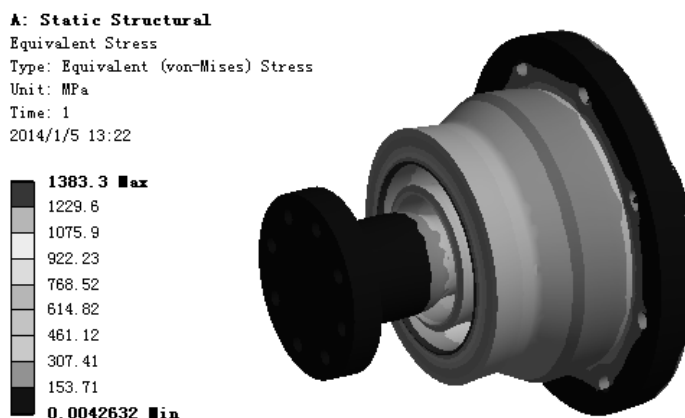

图 9.6.18 应力结果图解
(1) 求解分析。在顶部工具栏中单击 Solve 按钮求解分析。
(2) 查看应力结果图解。在“Outline”窗口中选中 Equivalent Stress，查看图 9.6.18 所示的应力结果，其最小应力为 0.0042632 MPa，其最大应力为 1388.3 MPa。